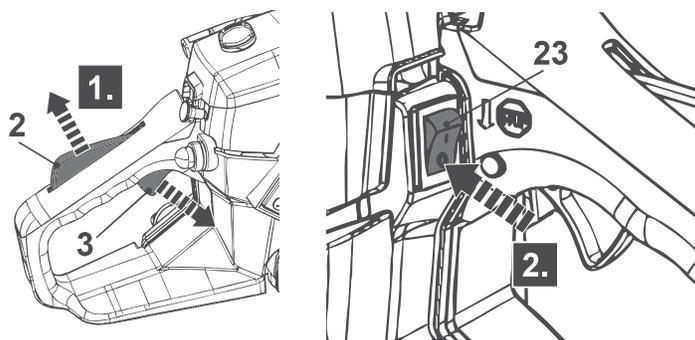

Fig. 26
1. Solte o bloqueio do acelerador (2) e p acionador do acelerador (3) e deixe que o produto funcione ao ralenti durante 10 a 15 segundos (Fig. 26, passo 1).
2. Coloque o interruptor da ignição (23) na posição "0" (posição DESLIGADO) (Fig. 26, passo 2).